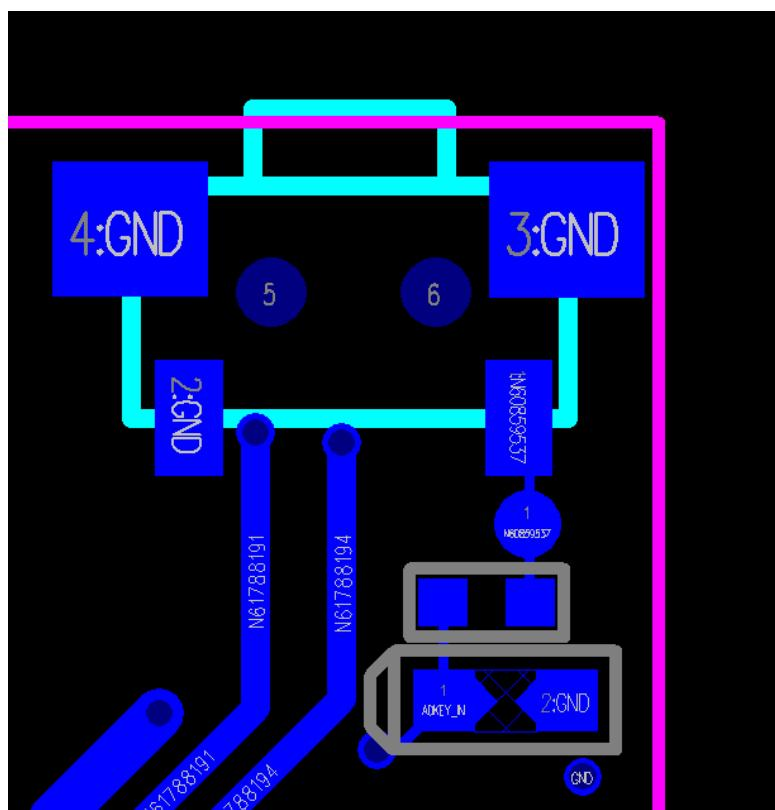

图11-2
- ESD保护器件请就近靠近按键放置，以起到静电保护作用，如图11-2；